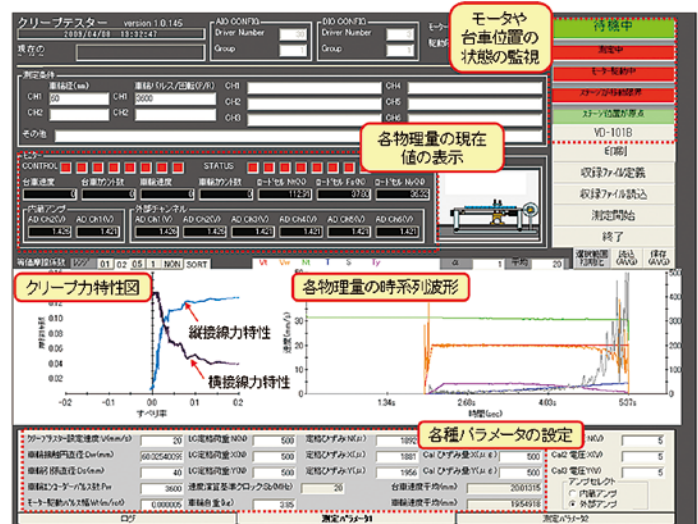

図2 パソコンモニタ上に表示されるクリープテスト専用プログラムの画面例
クリープテストは実物のレール上に設置できること以外にも、①転がり接触からすべり接触状態に至るまでのクリープ力特性を1回の試験動作で得られること、②押付力を変化させることで、実物の車輪とレールの間に生じる接触面圧と同等の圧力を与えることができ、実態に近い転がり接触現象を模擬できること、③車輪アタック角の付与により、縦接線力(台車の旋回性能に効く)と横接線力(輪軸を曲線外側に押し出す方向に作用する)の関係を得ることができる、といった特徴があります。また測定には専用のソフトウェアプログラムを用いており、得られたデータはただちに演算され、クリープ力特性をその場で確認することができます(図2)。